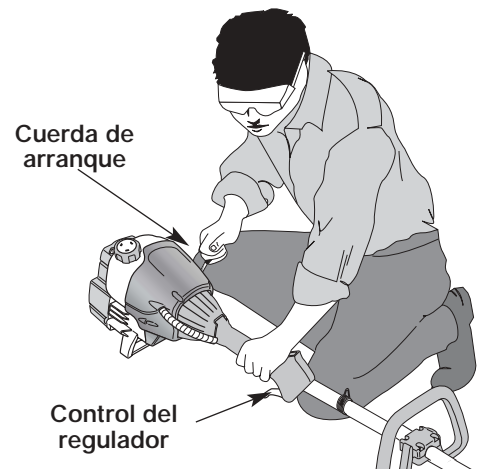

Figure 8
ADVERTENCIA: Evite los arranques accidentales. Colóquese en posición de inicio cuando tire de la cuerda de arranque (Fig. 8). El operador y la unidad deben estar en una posición estable al arrancar la unidad para evitar graves lesiones personales.
5. Con la unidad en la posición de arranque (Fig. 8). **NO APRIETE EL CONTROL DE ACELERACIÓN**, hale la cuerda de arranque con fuerza 5 veces, la palanca EZ-Start™ debe estar hacia la izquierda.
1. Saque la mano del control del regulador (Fig. 8). Deje enfriar el motor en mínima.